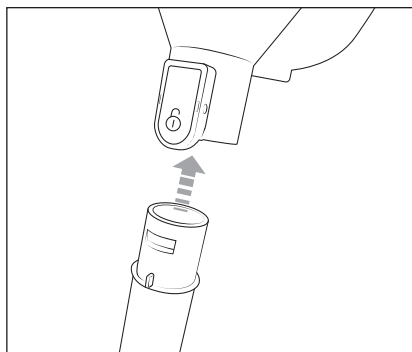

Fig. 1
- 1) Introduzca el tubo de aspiración telescópico **16** en el orificio de aspiración del aparato hasta que encastre de manera audible (consulte la fig. 1). Para ello, asegúrese de que el encastre esté en la posición correcta.